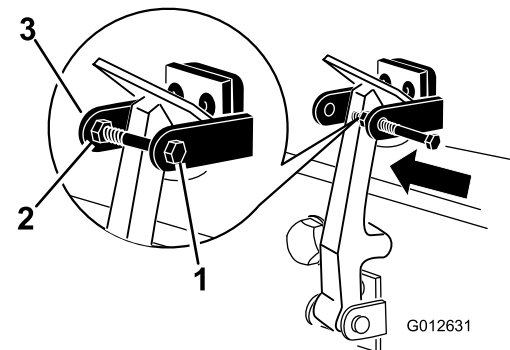

图 10
8. 将螺栓安装到机罩门锁支架的另一个臂，将门锁锁定到位 (图 10)。拧紧螺栓，但不要拧紧螺母。